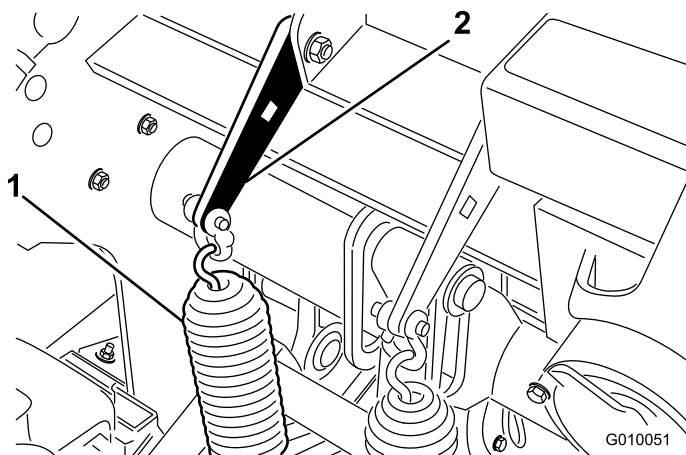

Рисунок 36
1. Ослабьте гайки каретных болтов, которые крепят кронштейны пружин к валу аэратора (Рисунок 36). Не снимайте их.